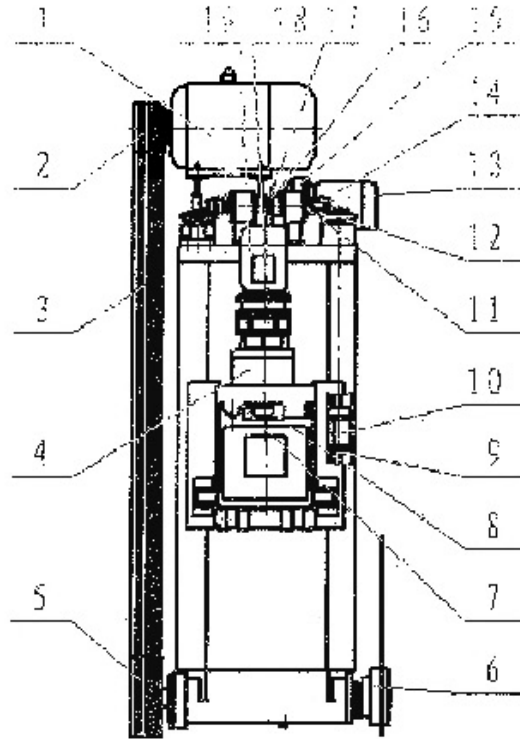

图 5 QJS120 传动机构
(一)、QJS120 型主要传动机构工作原理 (见图 5)
1、锯片旋转传动机构 (见图 5)
2、锯片进给传动机构 (见图 5)
3、锯片升降传动机构 (见图 5)